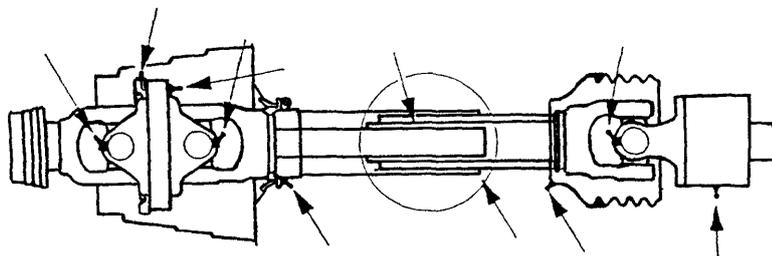

fig.16
- Ingrassare le parti indicate dalle frecce in fig.16 ogni 8 ore di lavoro.